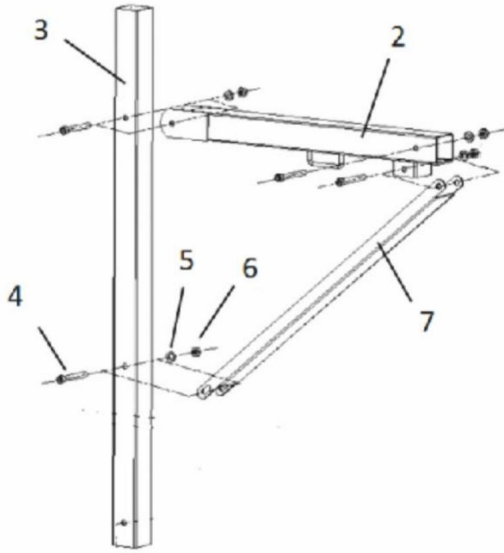

figura 3
- A. Assemblare la barra trasversale (2) e la barra di supporto (7) alla barra verticale (3) utilizzando 3 set di bulloni (4), rondelle (5) e dadi di bloccaggio (6). Mostrare come nella figura 3.